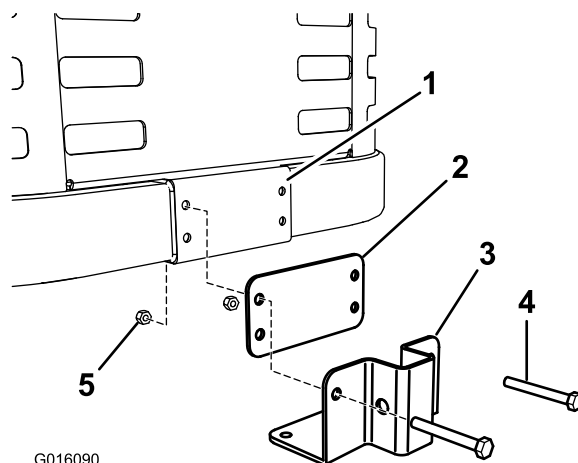

Figure 1
2. Montez la plaque et le support sur le cadre de la machine comme illustré à la Figure 1.
3. Fixez la plaque et le support au cadre avec 2 boulons (5/16 x 2-1/2") et 2 contre-écrous (5/16") (Figure 1).